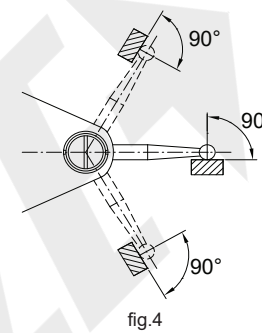
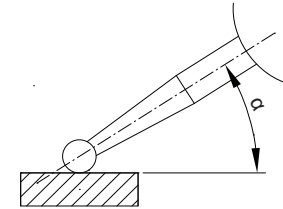

fig.4
fig.5
3. Durante la medición, los palpadores deben estar verticales a la dirección de medición (fig. 4). Cuando el palpador esté en ángulo con la dirección de medición (fig. 5), deberá efectuarse la siguiente corrección.